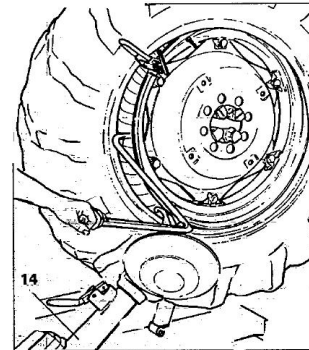

Рис. 30
- 21) Сдвиньте монтажную лапу в рабочее положение (14, рис. 30).
- 23) Поверните кулачковый зажим немного по часовой стрелке до тех пор, чтобы вставить монтажную лопатку в приспособление (см. рис. 30). Лопатка поставляется на заказ.